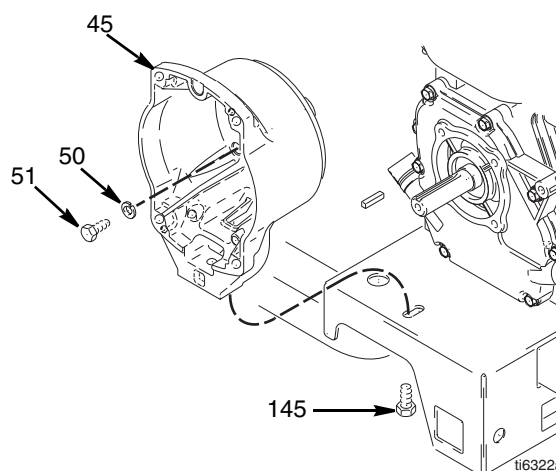

FIG. 11
3. FIG. 11. Débrancher les connecteurs d'embrayage (+) et (-) du faisceau de fils situé sous le chariot.
2. FIG. 11. Retirer les quatre vis (51) et leurs rondelles d'arrêt (50) qui maintiennent le carter d'embrayage (45) sur le moteur.
3. Enlever la vis (145) par le dessous de la plaque de support (D).
4. Extraire le carter d'embrayage (45).
1. FIG. 11. Pousser sur le carter d'embrayage (45).
2. Mettre les quatre vis (51) et les rondelles (56) et fixer le carter d'embrayage (45) sur le moteur. Serrer à 22,6 N.m.
3. Introduire la vis (145) par le dessous de la plaque de support. Serrer à 35,2 N.m.